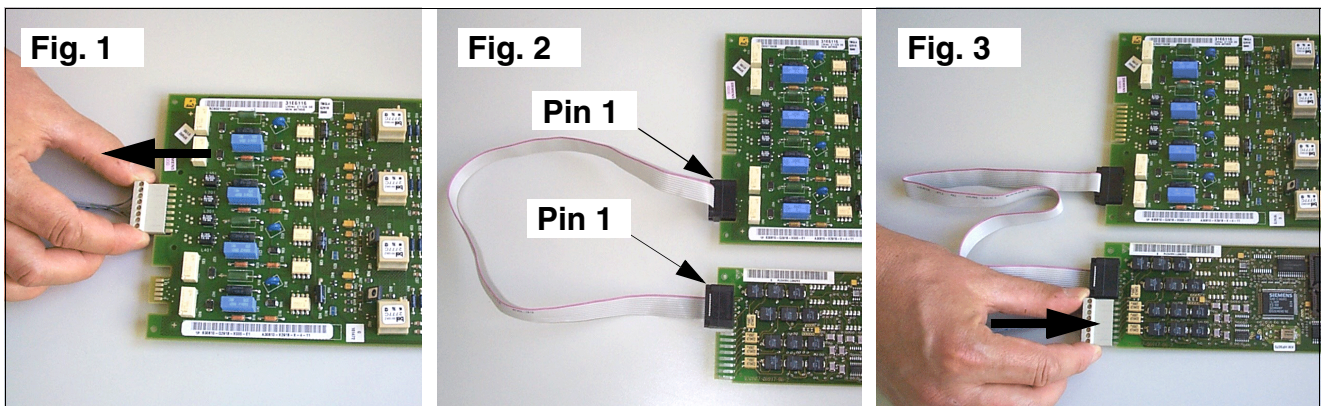

Figure 3-138 ANI4 (uniquement pour certains pays) - Procédure d'installation
1. Enlevez les raccordements réseau du module TMGL4 (figure 3-138 : fig 1).
5. Reliez ANI4 et TMGL4 à l'aide du câble-ruban fourni. Pour cette opération, le marquage couleur (broche 1) des deux extrémités de câbles doit se trouver en haut (figure 3-138 : fig 2).
6. Enfichez les bornes de raccordements réseau sur ANI4 (figure 3-138 : fig 3).